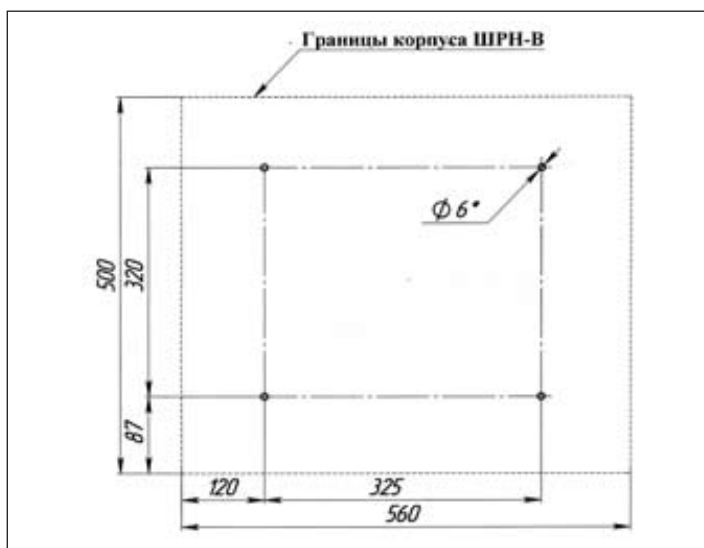

Рисунок 2.1 - Разметка для крепления шкафа ШРН-В емкостью 300 пар
2.1.2 На месте установки шкафа производят разметку для крепления шкафа к стене согласно установочным размерам (рисунок 2.1) и выполняют монтажные отверстия.